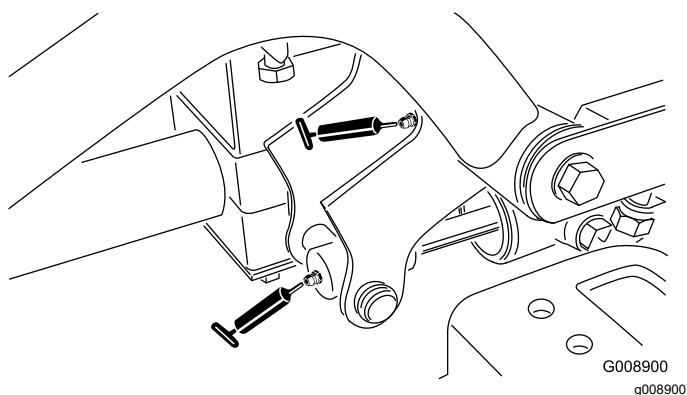

Figure 39
- 2 pivots de bras de levage avant droit et vérin de levage (Figure 39)